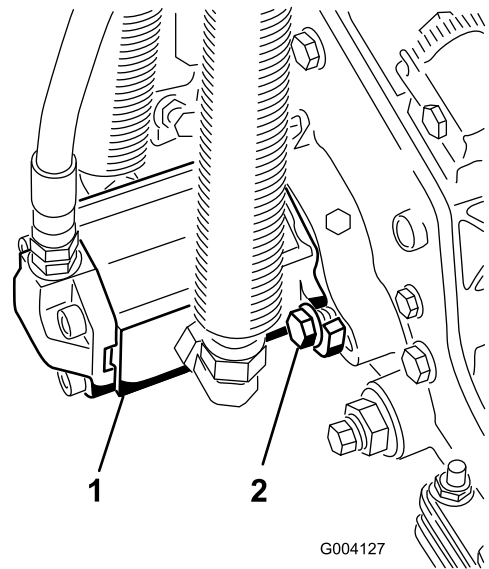

Figura 30
3. Instale el motor girándolo en el sentido de las agujas del reloj de modo que las bridas del motor no choquen con los pernos (Figura 30).